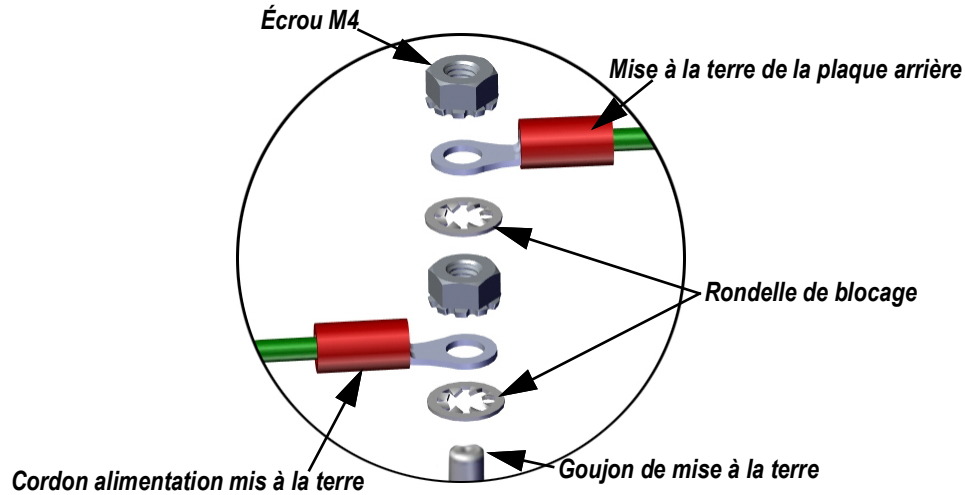

Figure 2-8. Mise à la terre du câble d'alimentation en courant continu par empilage
3. L'un des fils vient sertir un goujon (mise à la terre par empilage) à proximité immédiate du presse-étoupe (Figure 2-8).